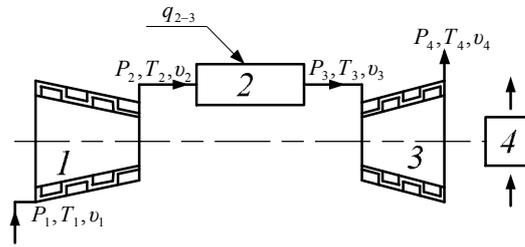

Рис. 1. Схема простейшей газотурбинной установки
**Задача 1.** Определить параметры состояния ( $P, v, t, u, i, s$ ) в крайних точках цикла газотурбинной установки простейшей схемы, работающей при следующих исходных данных (рис. 1.):